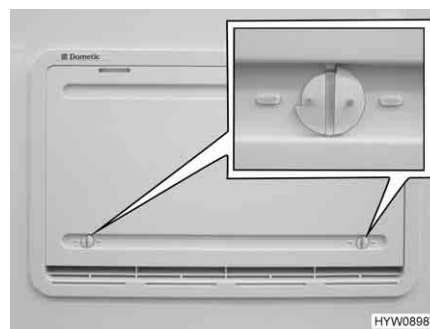

Fig. 177 Copertura invernale
Le coperture invernali (Fig. 177) proteggono il gruppo frigorifero dall'aria fredda. Posizionare le coperture invernali davanti a entrambe le griglie di aerazione quando la temperatura esterna scende al di sotto di +10 °C (sia per funzionamento elettrico che a gas).
- Aprire entrambi i bloccaggi (Fig. 177), la scanalatura risulterà orizzontale.